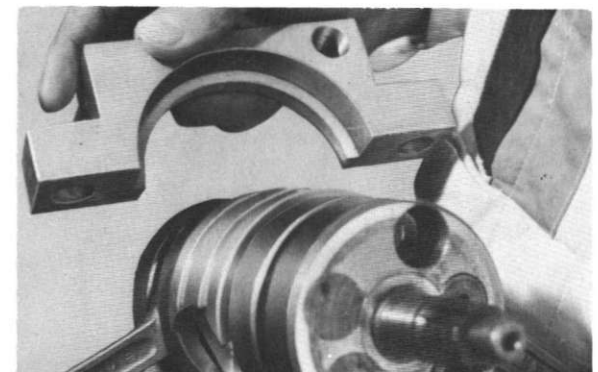

Fig. 3-134
3. Fig. 3-134 shows the tools installed on the crankshaft assembly.
3. La Fig. 3-134 montre les colliers de démontage en place sur le vilebrequin.
3. In der Abbildung 3-134 werden die an der Kurbelwelleneinheit angebrachten Werkzeuge gezeigt.